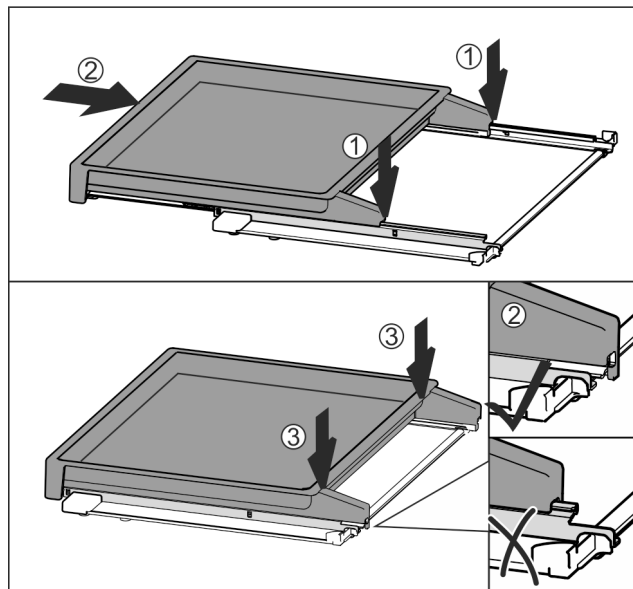

Fig. 115
- ▶ Установить по центру на направляющие Fig. 115 (1).
- ▶ Вставить вытяжную панель полностью Fig. 115 (2).
- ▶ Нажимать на задней стороне до тех пор, пока не будет слышна фиксация Fig. 115 (3).